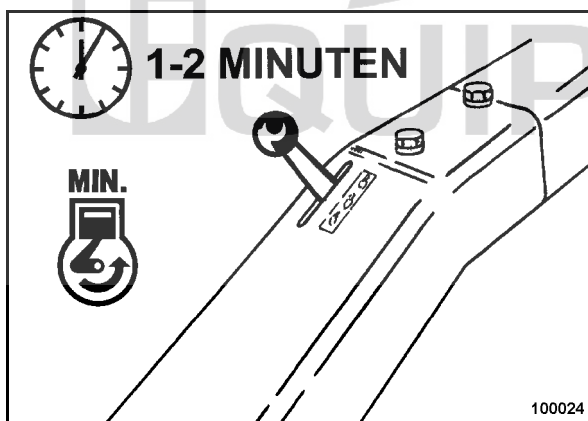

fig. 46
- Positionner le levier de réglage du régime sur "MIN" (fig. 46) et laisser marcher le moteur un moment au ralenti pour compenser la température.